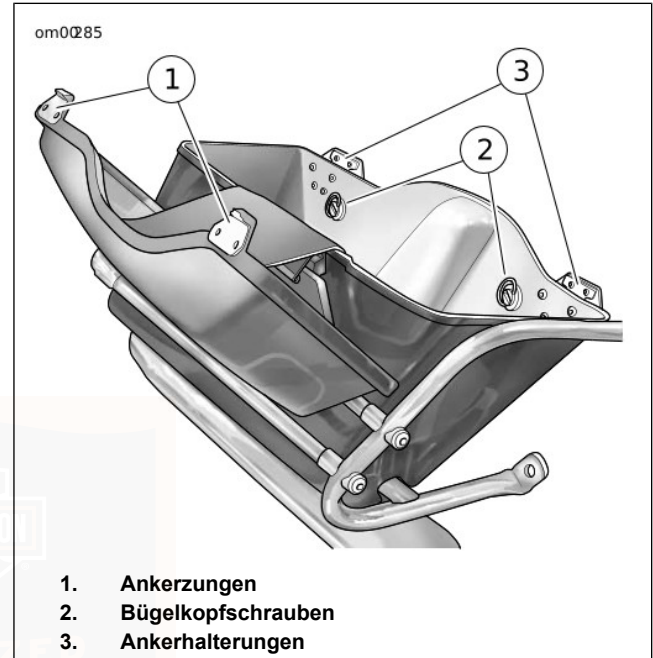

Abbildung 14. Bügelkopfschrauben
Siehe Abbildung 14. Die Satteltaschen sind mit sogenannten Bügelkopfschrauben an der Halterung befestigt. Diese Schrauben lassen sich um eine Viertelumdrehung verdrehen.
1. Siehe Abbildung 14. Die Haltestifte in die Befestigungsteile der Stützhalterung eindrücken und um eine 1/4-Umdrehung im Uhrzeigersinn festdrehen.